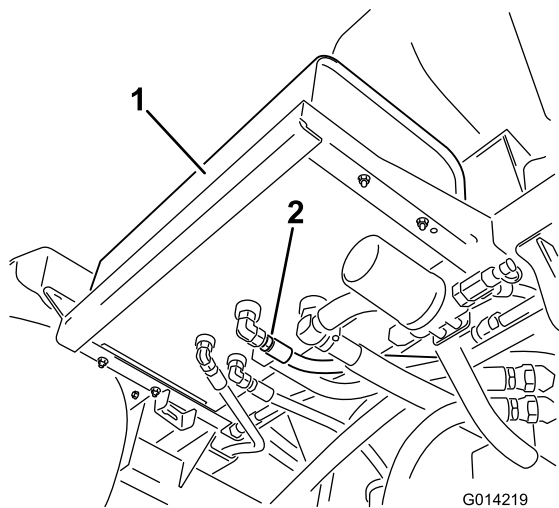

图 101
4. 从油箱上拆下软管接头将油排放到盘中 图 101。
2. 清洁液压油箱底部的 1 个液压软管接头周围的区域 图 101。